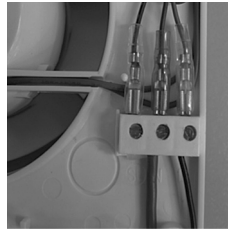

рис.2
2. Подключить нулевой провод на клемму N вентилятора (рис. 2).